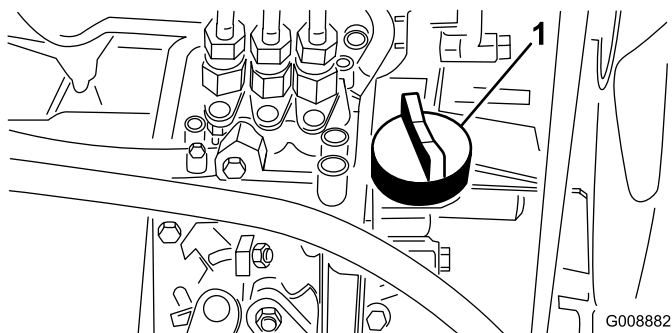

Figura 25
4. Si el nivel de aceite es bajo, retire el tapón de llenado (Figura 25) y añada poco a poco pequeñas cantidades de aceite, comprobando el nivel frecuentemente, hasta que el nivel llegue a la marca de lleno de la varilla.